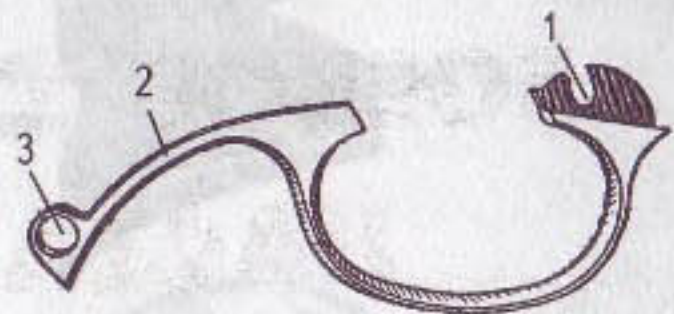

Рис. 45. Спусковая скоба:
*Спусковая скоба* (рис. 45) служит для предохранения спускового крючка от случайного нажатия. Она имеет *отверстие* для надевания на шпильку, запрессованную в рамке в районе рукоятки, и полукруглый вырез, которым скоба надевается на полуотвинченный винт, прикрепляющий ее к нижней стенке рамки.